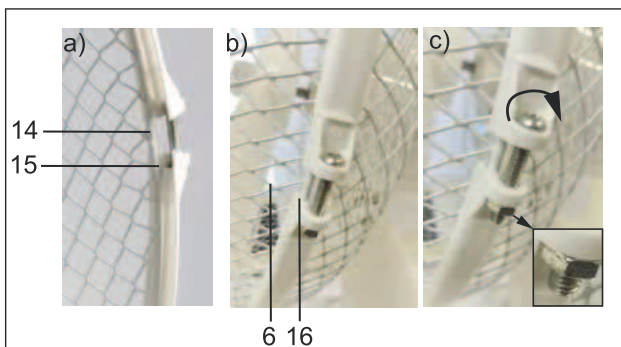

Fig. 5: Montage vorderes Schutzgitter
11. Ziehen Sie den so entstandenen Ring auf den Rand des hinteren Schutzgitters (14).
Der Rand des Schutzgitters muss dabei in der hinteren Rille (15) des Fixierbandes liegen. Abb. 5 a).
12. Setzen Sie das vordere Schutzgitter (6) in die vordere Rille (16) des Fixierbandes ein, Abb. 5 b.)
13. Drehen Sie die Kreuzschlitzschraube mit einem Kreuzschlitzschraubendreher im Uhrzeigersinn weiter zu. Abb. 5 c).